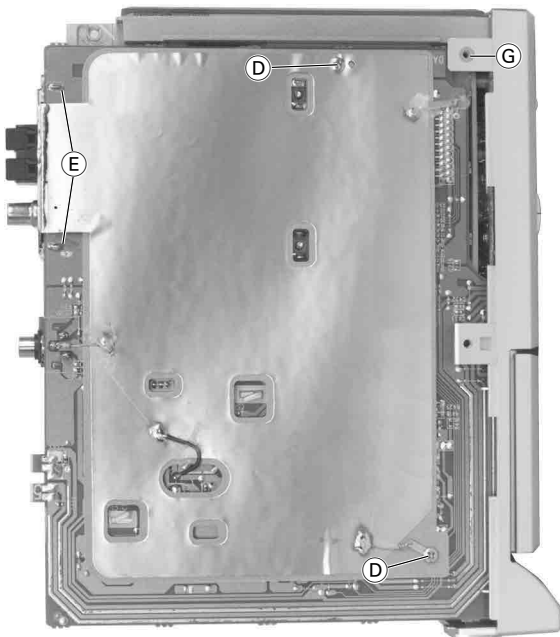

Fig. 3
- 2 Schrauben (D) (Fig. 3) herausdrehen und Hauptplatte abnehmen.
Montagehinweis: Beim Einbau ist darauf zu achten, daß die Abschirmung wieder angebracht ist (Fig. 3).
- 2 Lötstellen (E) (Fig. 3) auflöten.
- 2 Halter (G) (links/rechts, Fig. 3) ausrasten und CD- und Bedienteil herausnehmen.
- Undo 2 screws (D) (Fig. 3) and remove the main board.
Reassembly: When reassembling take care to refit the shielding (Fig. 3).
- Unsolder 2 solder tags (E) (Fig. 3).
- Disengage 2 holders (G) (left/right, Fig. 3) and remove the CD part together with the operating board.